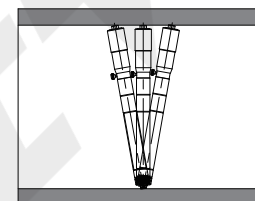

Fig.3
3. Durante a medição, certifique-se de que não haja cavacos de corte ou outros detritos nas faces de medição e na superfície da peça de trabalho que possam afetar o resultado. Gire o dedal de fricção para definir seu tamanho menor que o diâmetro do furo e, em seguida, coloque o micrômetro no furo. Coloque a face de medição fixa em contato com o orifício medido, gire o dedal de fricção lentamente, agite o micrômetro suavemente ao longo do eixo e do raio do orifício para encontrar o valor mínimo na direção axial (Fig. 3) e o valor máximo na direção radial (Fig. 4), aperte o parafuso de travamento e retire o micrômetro para obter o resultado.